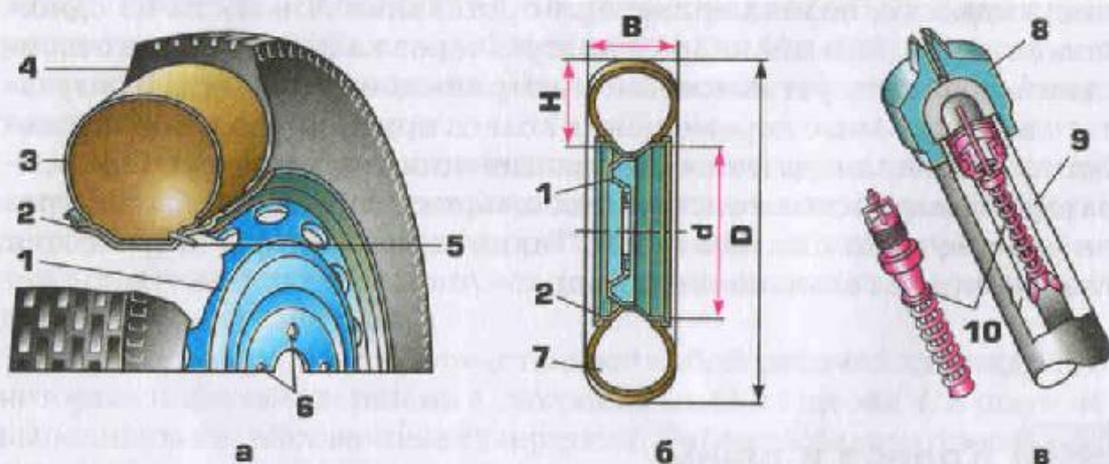

Рис. 33. Колесо автомобиля:
Колесом принято называть металлическую часть в сборе с шиной, так же называют металлическую часть в отдельности. Металлическое (стальное или выполненное из легкого сплава) колесо состоит из диска 1 (рис. 33, а), приваренного или прикрепленного к ободу 2. В диске выполнены отверстия 6 для крепления колеса к ступице при помощи болтов или гаек. Крепежные отверстия имеют определенный профиль, аналогичный профиль имеют прилегающие к отверстиям поверхности болтов или гаек. Элементы крепления всех колес одного автомобиля одинаковы, однако у автомобилях разных моделей они, как правило, различаются.
Шины, устанавливаемые на автомобиль, по размеру и конструкции должны строго соответствовать рекомендациям завода — изготовителя автомобиля. Вся информация о шине содержится в ее маркировке. Она включает в себя размер шины (рис. 33, б), обозначение радиальной конструкции, тип рисунка протектора, указание максимальной скорости и нагрузки, с которыми может эксплуатироваться шина, а также дату изготовления. Обозначение размера шины 165/70R13 содержит сведения о ширине ее профиля (165), отношении высоты профиля  $H$  к его ширине  $B$  в процентах (в данном случае 70 %), о радиальном расположении нитей корда в каркасе шины (буква R) и размере посадочного диаметра  $d$  в дюймах (13). Шины с отношением  $H/B$  менее 80 называются низкопрофильными. Такие шины повышают устойчивость автомобиля, улучшают его управляемость и более долговечны.